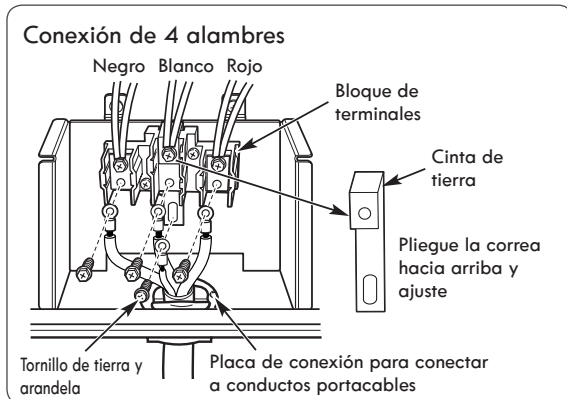

FIGURA 9
- Quite los tres tornillos inferiores del bloque de terminales y consérvelos. (Ver Figura 9).